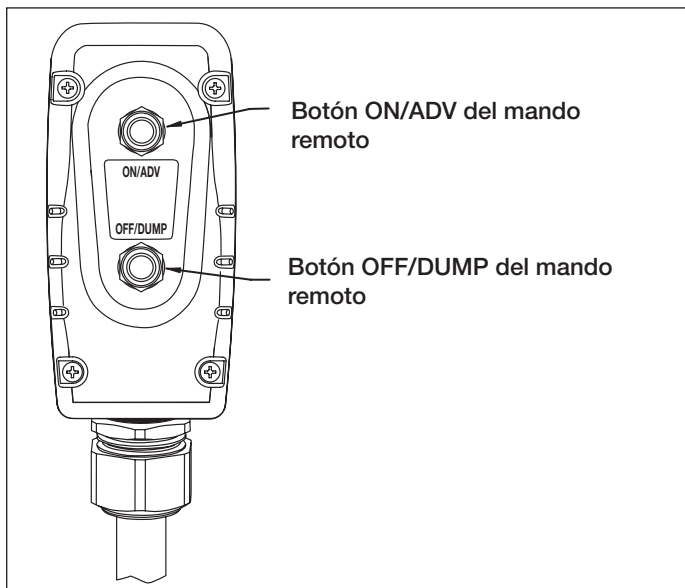

Figura 7, Botones del mando remoto
### 5.2 Funcionamiento del mando remoto (véase Figura 7)
5. Para arrancar la bomba, pulsar el botón “ON/ADV” del mando remoto. Véase la figura 7. El motor arrancará automáticamente y la llave comenzará su avance. La llave continuará avanzando durante el tiempo en que se pulsa el botón.